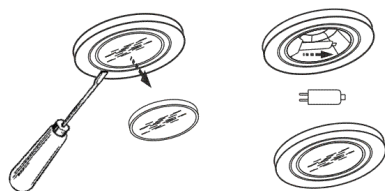

рис. 10
8.5 Замену электрической галогенной лампы производите в следующей последовательности (рис. 10):